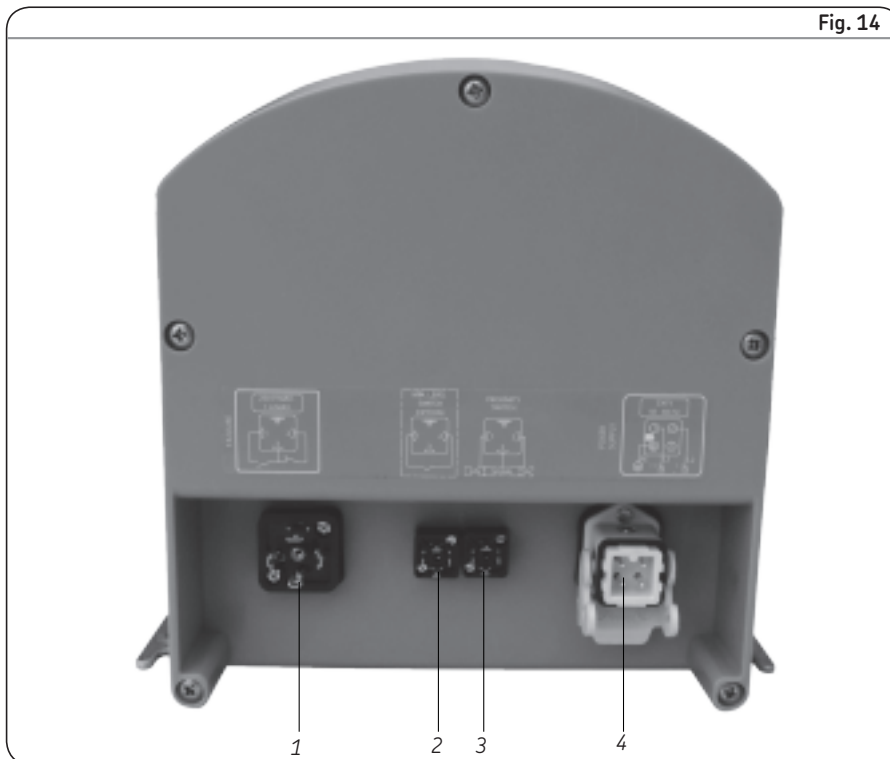

Fig. 14
- il connettore di alimentazione elettrica (→ pos. 4 fig. 14)
- il connettore per il sensore di prossimità (→ pos. 3 fig. 14)
- il connettore per l'uscita di errore (→ pos. 1 fig. 14)
- il quarto connettore (→ pos. 2 fig. 14) è opzionale per il collegamento esterno del contatto di livello